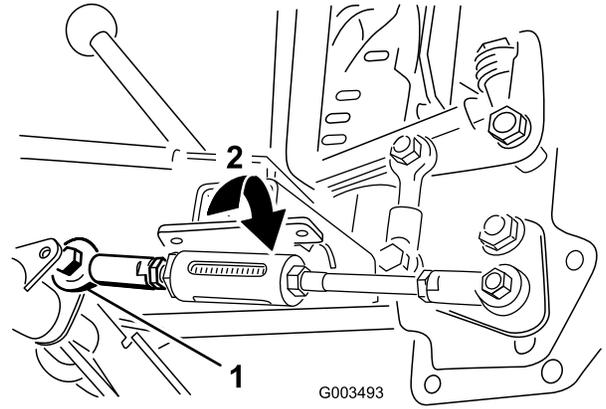

Figure 19
- A. Retirez le boulon et l'écrou qui fixent la tige au tube de pivot (Figure 19).
- B. Tournez la rotule montrée sur la Figure 19 pour changer la longueur de la tige comme suit :